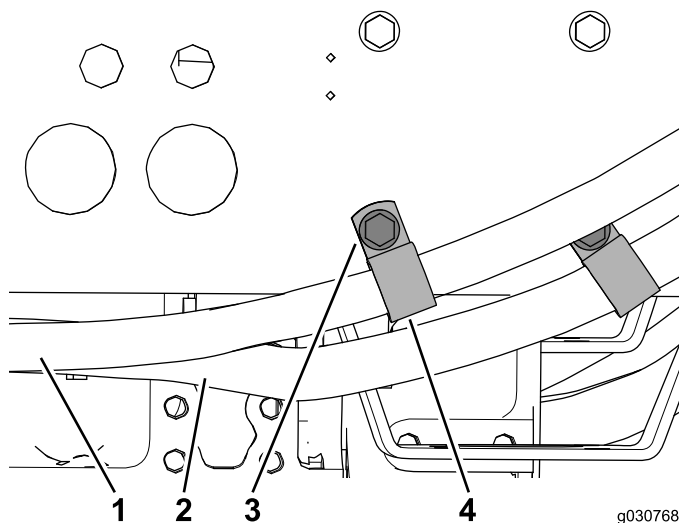

Figura 44
5. Instale um grampo em R em redor de cada tubo do ar condicionado e utilize os dois parafusos existentes para os prender à estrutura da máquina (Figura 44).